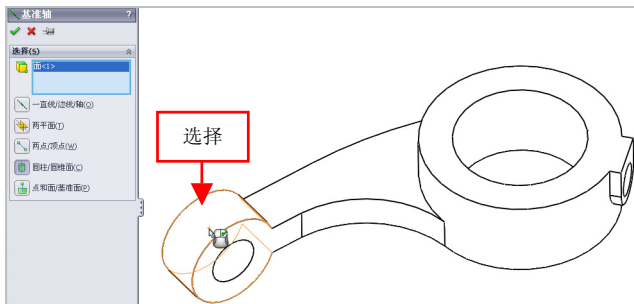

图 4-27 选择左下方圆柱面
(2) 在【特征】选项卡中，单击【参考几何体】右侧的下拉按钮，在弹出的下拉列表中，单击【基准轴】按钮，弹出【基准轴】属性管理器，单击【圆柱/圆锥面】按钮，选择左下方圆柱面，如图 4-27 所示。